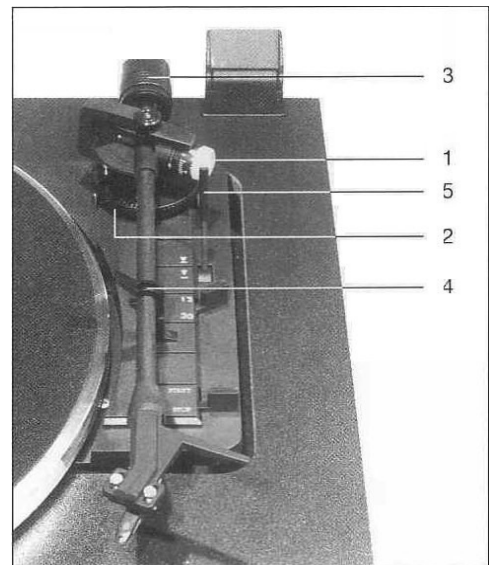

Fig. 6
Amenez le bouton de réglage de la force d'appui (1) sur 0 et tournez le bouton de réglage de l'anti-skating (2) dans le sens inverse des aiguilles d'une montre jusqu'au blocage complet (Fig. 6).
Déverrouillez le bras de lecture (4) et déplacez-le vers l'intérieur. Actionnez le levier du lève-bras en tenant le bras de lecture (Fig. 6).